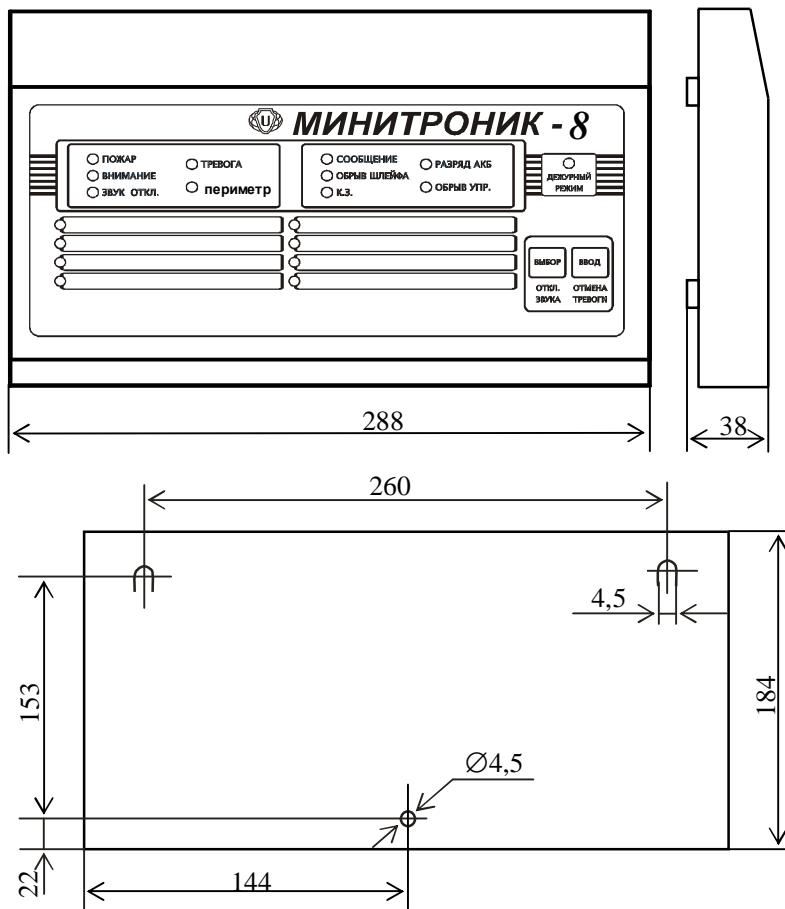

Рис.2. Габаритный чертеж и установочные размеры ПКП.
- 5.1.1. ПКП состоит из стального корпуса с откидывающейся передней панелью и центральной платы, к которой с помощью разъемов могут быть подключены две платы индикации и плата расширения (для подключения принтера, мобильного телефона, дополнительных реле и т.д.). Габаритные и установочные размеры ПКП показаны на рис.2.